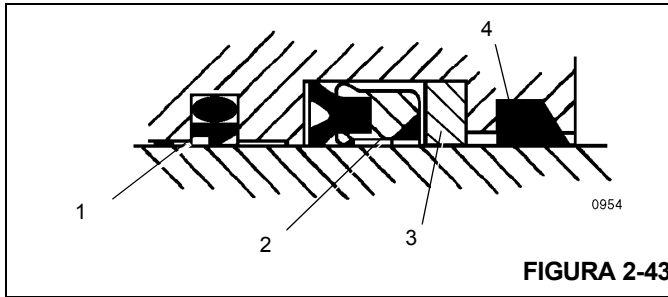

FIGURA 2-43
3. Instale o conjunto da vedação amortecedora e o anel de encosto na parte interna da cabeça Figura 2-43.